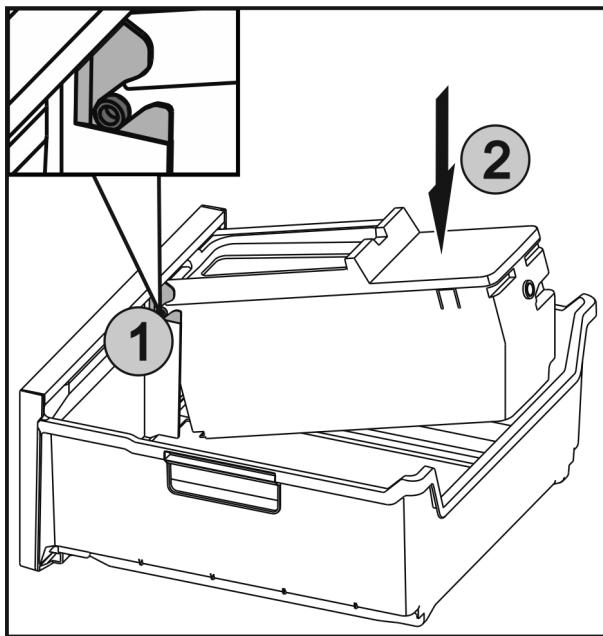

Fig. 42
- Вкарайте осите Fig. 42 (1) на EasyTwist-Ice във водачите и натиснете задната страна Fig. 42 (2), докато езичето се фиксира.